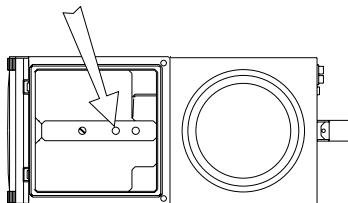

fig. 4
6. Si la lampe de contrôle orange ne s'allume pas, il se trouve de l'air dans le Système. Contrôlez les arrivées d'eau au fond du réservoir (fig. 4) et la présence d'éventuelles bulles d'air. Vous pouvez les enlever avec p.e. un crayon.